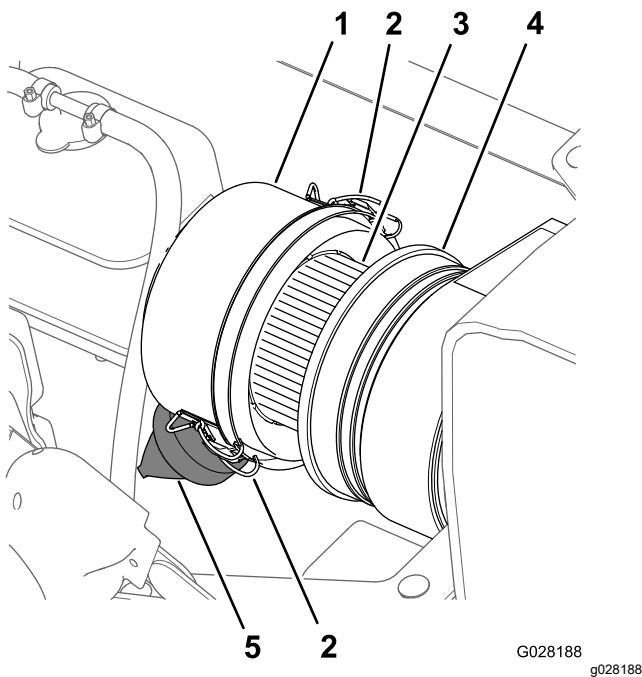
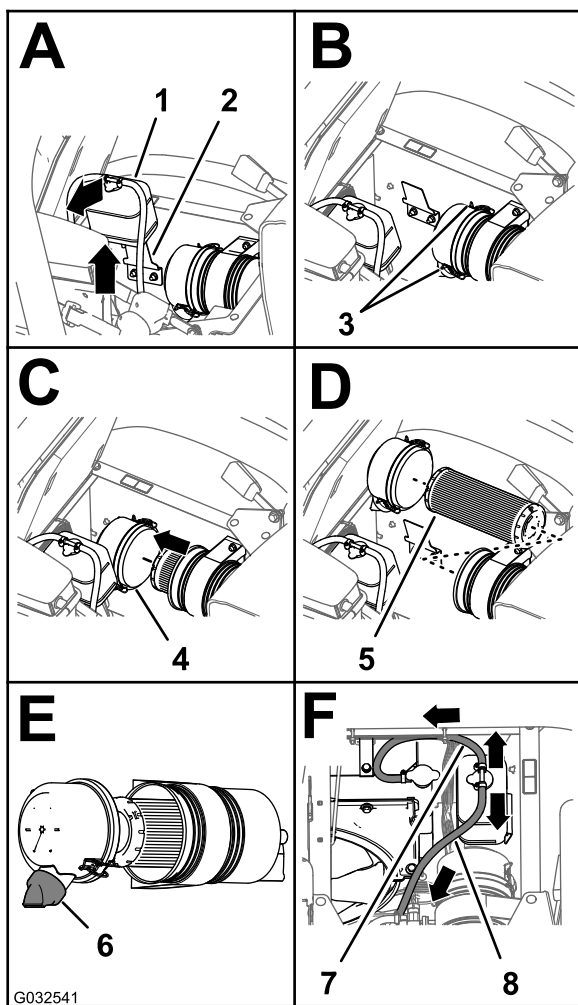

Figure 71
Figure 72
3. Nettoyez le capuchon antipoussière et le boîtier du filtre à air (Figure 71).
5. Pressez la valve à poussière pour éliminer les saletés, la poussière et les débris (Figure 71).
7. Vérifiez que l'élément du filtre à air ne présente pas de dépôts excessifs de poussière, saleté ou débris (Figure 71).
8. Reposez le capuchon antipoussière sur le boîtier du filtre à air et fixez-le en place avec les 2 attaches (Figure 71).
2. Nettoyez le capuchon antipoussière et le boîtier du filtre à air (Figure 71).
3. Soulevez le réservoir de trop-plein de liquide de refroidissement pour le déposer de son support (Figure 72).
4. Recherchez sur le boîtier du filtre à air des dommages susceptibles d'occasionner des fuites d'air (Figure 71).
- Desserrez les 2 attaches qui fixent le capuchon antipoussière sur le boîtier du filtre à air (Figure 72).
- Nettoyez l'intérieur du capuchon antipoussière, du boîtier du filtre à air et de la valve à poussière avec un chiffon humide (Figure 71 et Figure 72).
- Insérez l'élément filtrant dans le boîtier du filtre à air (Figure 72).
- Reposez le couvercle sur le boîtier du filtre à air et fixez-le en place avec les 2 attaches (Figure 72).
Remarque: Vérifiez que la valve à poussière est bien alignée entre les positions 5 et 7 heures vu de l'extrémité (Figure 72).
- Placez le réservoir de trop-plein du liquide de refroidissement en face de son support et fixez solidement le réservoir (Figure 72).
Important: Vérifiez que le flexible de décharge de pression est dirigé vers l'avant et le bas et que le flexible d'évent du réservoir est dirigé vers l'arrière, comme montré à la Figure 72.